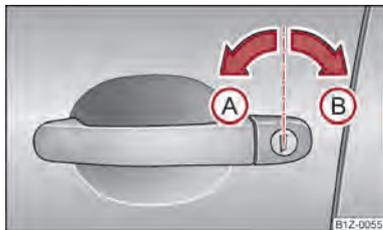

Fig. 12 Rode a chave para trancar e destrancar
- Rode a chave na fechadura da porta do condutor na direcção da dianteira do veículo (posição de abertura) (A) ⇒ Fig. 12.
- Rode a chave na fechadura da porta do condutor no sentido oposto ao da dianteira do veículo (posição de fecho) (B) ⇒ Fig. 12.